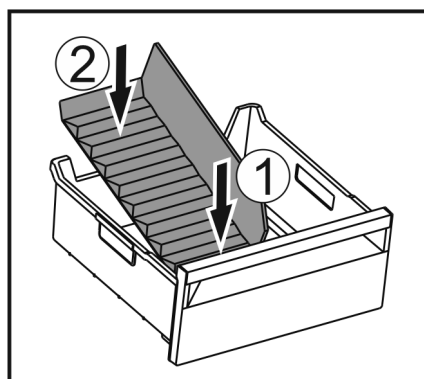

Fig. 49
- ▶ Vložte oddel'ovač najskôr vpredu Fig. 49 (1).
- ▶ Spustite nadol zadnú časť Fig. 49 (2).